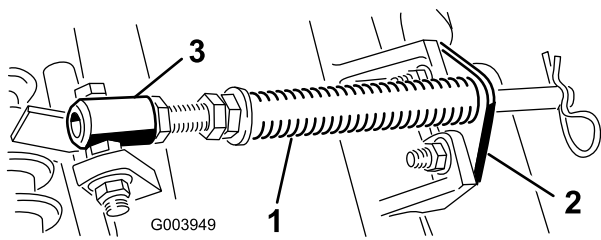

図 4
- A. カッティングユニットのタブにロッドブラケットを固定しているキャリッジボルト2本を外す **図4**。
- B. スプリングチューブのボルトをキャリアフレームのタブに固定しているフランジナット 図 4 を外し、アセンブリを取り外す。